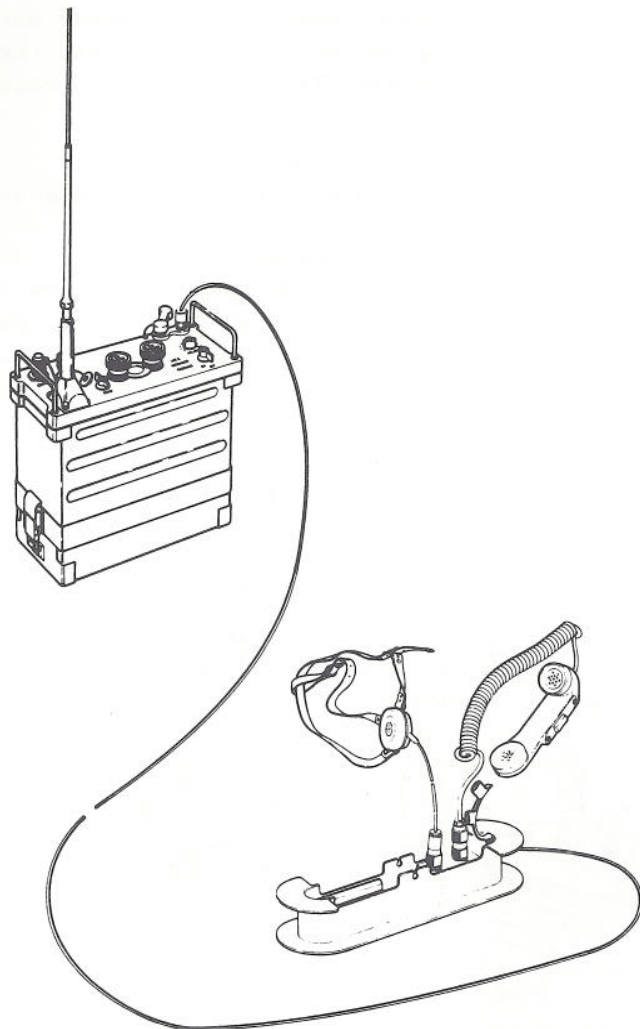

Bild 35. Anslutning av handmikrotelefon till förlängningskabel
3. Anslut förlängningskabelns fria ända till AUDIO på sändtagaren (bild 35).